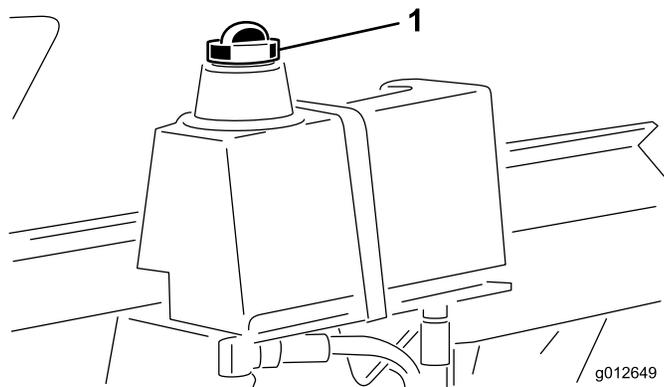

图35
3. 从液压油箱底部取出排油塞让液压油箱完全排空 **图 35**。
5. 清洁液压油箱加油颈和油箱盖周围的区域并取下油箱盖图35。
8. 安装液压油箱盖图35。